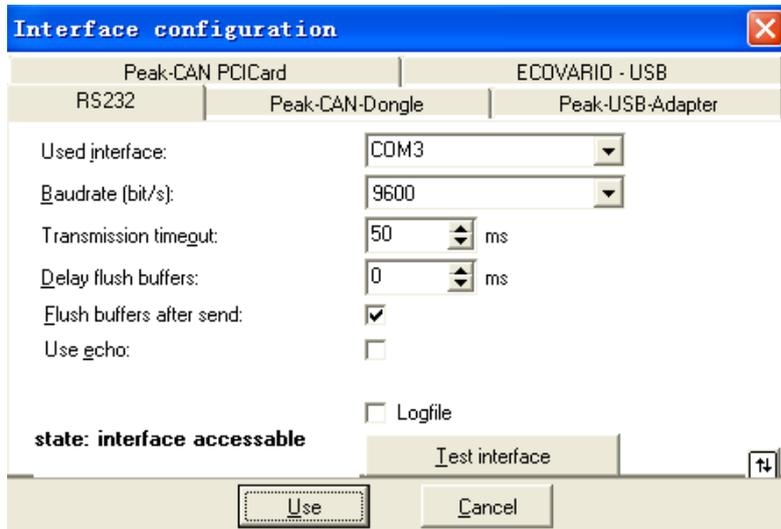

图 12
2. 点击“Configuration”设定通讯口，点击“Test interface”用于检查通讯口状态，找到后点击“Use”即可。如图 12